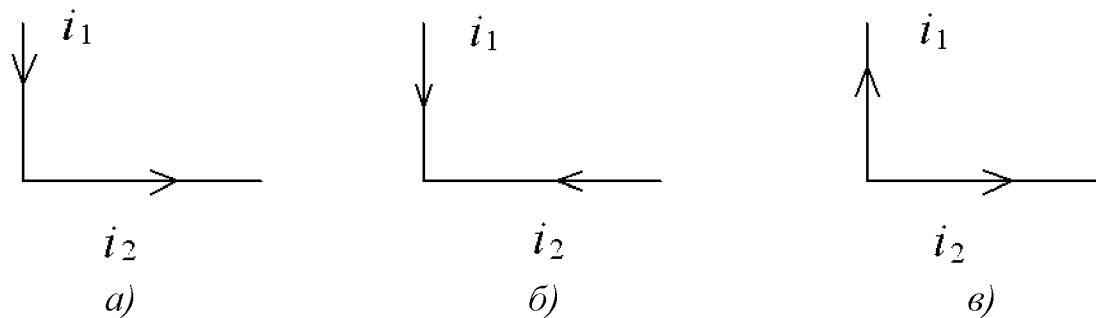

Рис. 2.1
2.2.12. Укажите направление ЭДУ, действующих на проводники с токами, которые представлены на рис. 2.1. Дайте необходимые пояснения.